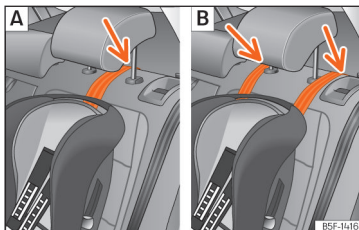
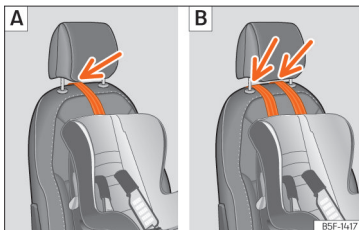

Abb. 44 Rücksitze: Einstellung und Einbau unter Verwendung des Top Tether-Gurts.
Abb. 45 Beifahrersitz: Einstellung und Einbau unter Verwendung des Top Tether-Gurts.
- Führen Sie den Gurt unter der Kopfstütze durch (in Abhängigkeit der Gebrauchsanweisungen des Kindersitzes ggf. Kopfstütze anheben oder entfernen) >>> [Abb. 44], >>> [Abb. 45].